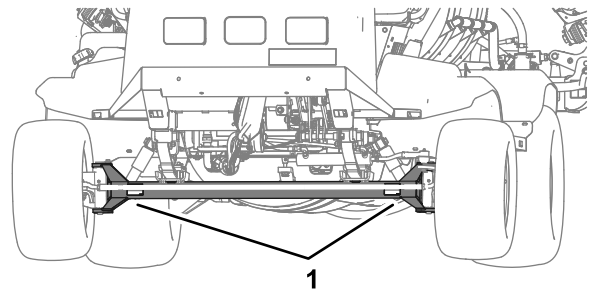
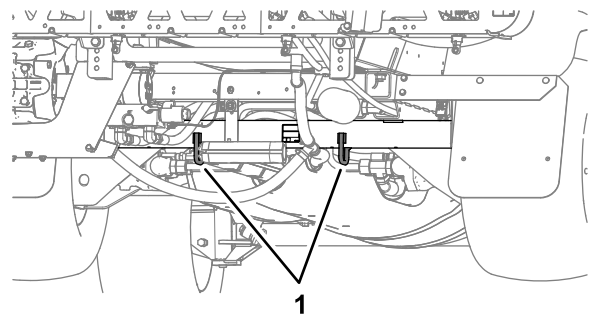

Bild 50
Bild 51
- Befestigen Sie die Maschine sicher am Transportfahrzeug; in Bild 50 und Bild 51 sind die Vergurtungsstellen an der Maschine abgebildet.